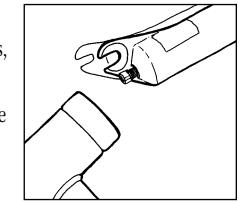

Fig. 6
6. Afloje parcialmente los pernos del eje con una llave hexagonal de 5 mm, golpee con fuerza los pernos con un martillo hasta que los ejes se desprendan del tubo inferior (ver Fig. 6), y retire completamente los pernos. Cuando retire los pernos del eje, se derramará aceite del sistema de engrase de baño de aceite por abajo del tubo inferior. Recoja ese aceite en el recipiente y deshágase de él adecuadamente.